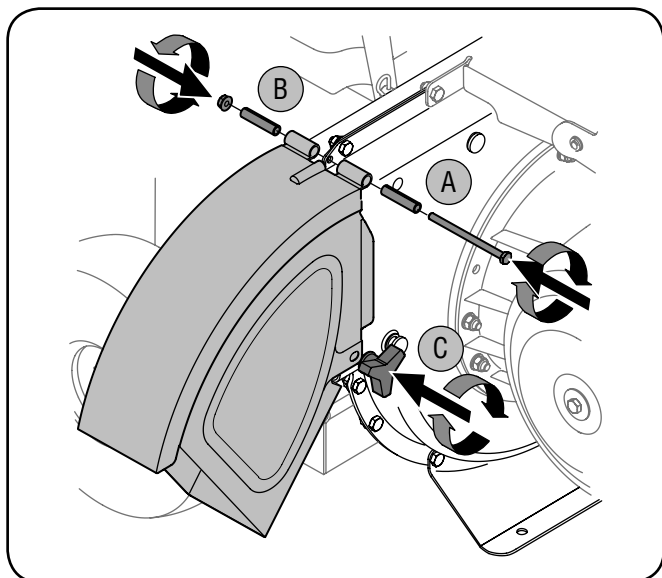

Рис. 3-4
3. Выровняйте выходной дефлектор с выходным отверстием и вставьте шестигранный болт с прокладкой в шарнир выходного дефлектора (прокладки устанавливаются внутрь шарниров). См. рис. 3-4А.
4. Установите вторую прокладку на шестигранный болт внутри другого шарнира и зафиксируйте ее шестигранной контргайкой. См. рис. 3-4В.
5. Закрепите обе стороны выходного дефлектора на кожухе крыльчатки с помощью предварительно снятых барашковых гаек. См. рис. 3-4С.